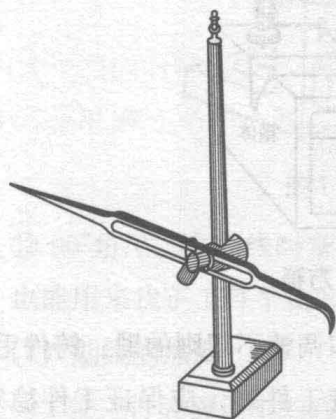

图 1-4 划线盘
④ 划线盘 (如图 1-4 所示)。它用来进行立体划线和校正工件位置。划针的直头端供划线用，为了增加划线时的刚度，划针不宜伸出过长。弯头端用来找正工件的位置。划线时划针要处于水平位置，不能倾斜太大，双手扶划线盘的底座，推动它在划针平板上平行移动，进行划线。